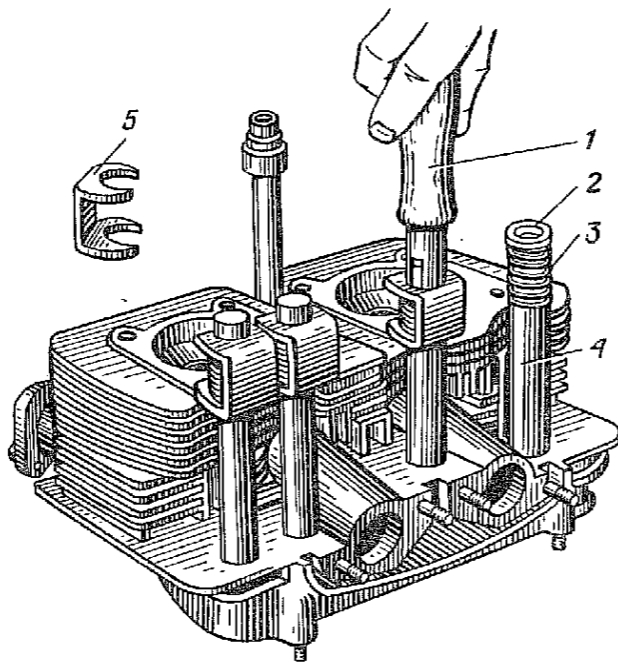

Рис. 7. Сжатие пружин специальной оправкой и крепление их технологическими скобами при установке головки цилиндров:
3.3. Установить пружины 3 (рис. 7) и шайбы 2 на кожухи 4 штанг, оправкой 1 сжать пружины и завести технологические скобы 5 (оправка, технологические скобы).